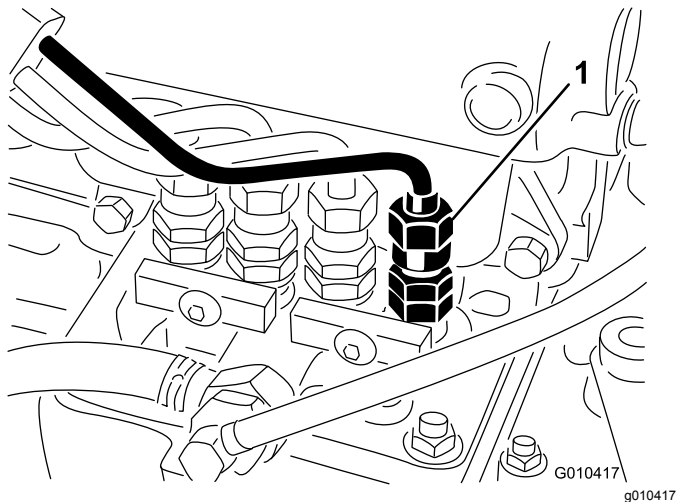

Figura 36
1. Allentate l'attacco del tubo con l'assieme del supporto e dell'ugello dell'iniettore n. 1 sulla pompa di iniezione (Figura 36).